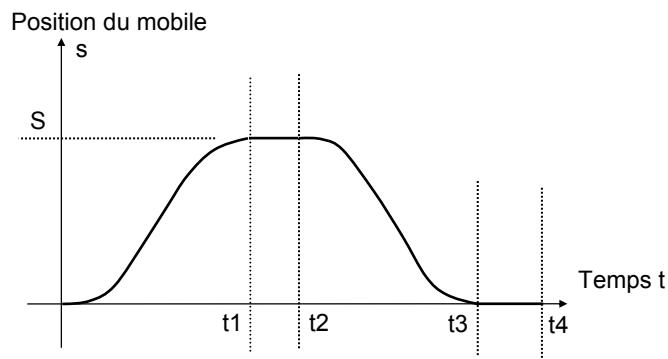

Figure 2 : loi de déplacement mobile
2. A partir du paramétrage proposé en figure 2, si on reproduit le même type de loi polynomiale 3, 4, 5, déduire l'équation du polynôme de la plage de descente.
8. Si la composante  $Y_e$  est constante et négative, tracer l'évolution possible de la composante  $Y_{32}$  superposée à un graphe semblable à celui de la figure 2. Identifier les zones où on risque le décollement.